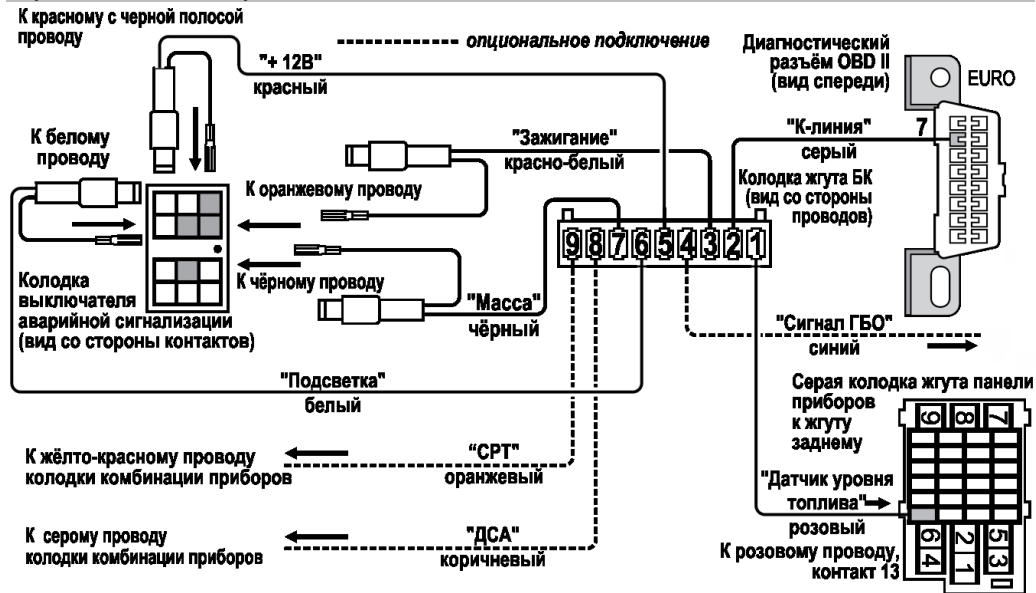
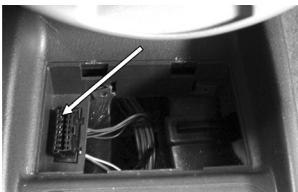

Рис. 1 Схема подключения
Рис.5 Колодка диагностики
3.1.7 Протяните серый провод К-линии из жгута до диагностической колодки (см. Рис.5) и подключите его к диагностической колодке (см. Рис.1).